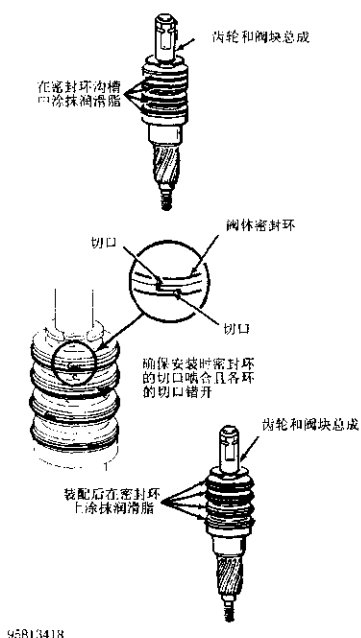

图 6-9 安装阀体密封圈
1) 在阀体密封圈凹槽内涂抹润滑脂（图 6-9）。在齿轮和阀总成的上安装新的阀体密封圈，确保各环的接头啮合并且互相错开。在安装的时候小心不要弄断密封圈。在阀体密封圈上涂抹润滑脂。